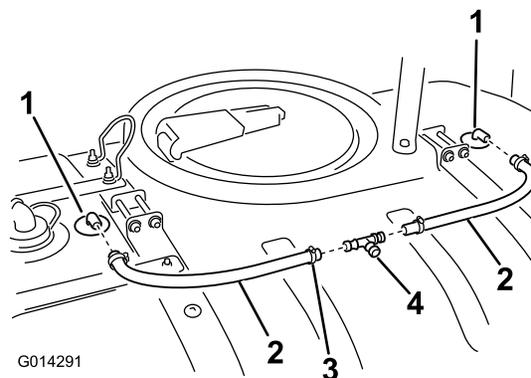

図 21
2. 各ホースの端部にクランプを取り付ける (図 21)。
3. すすぎノズルのバーブにホースを接続する (図 21)。
2. 先に取り付けたすすぎノズル用ホースの、開放側端部にT字フィッティングを取り付ける (図 21)。